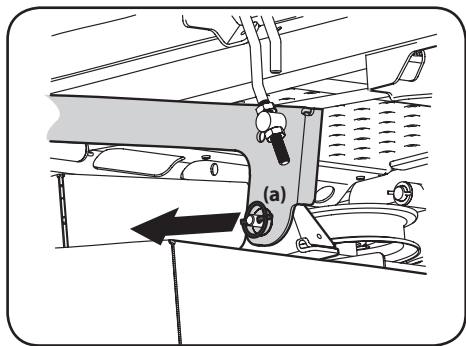

Figure 4-17
- Repérez la goupille de déverrouillage (a) placée sur chaque côté du plateau de coupe. Retirez les goupilles pour dégager les deux bras de relevage. Voir Figure 4-17.
- Retirez les goupilles de déverrouillage et placez le plateau de coupe de façon à aligner les trous sur les bras de relevage avec les goupilles. Voir Figure 4-17.